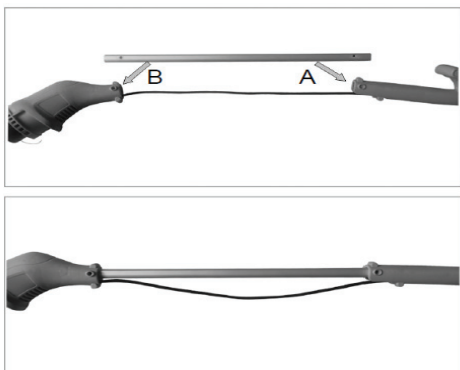

Fig 1
- Conecte las secciones inferior y superior del cortador de hilo al tubo de conexión. (Fig 1)